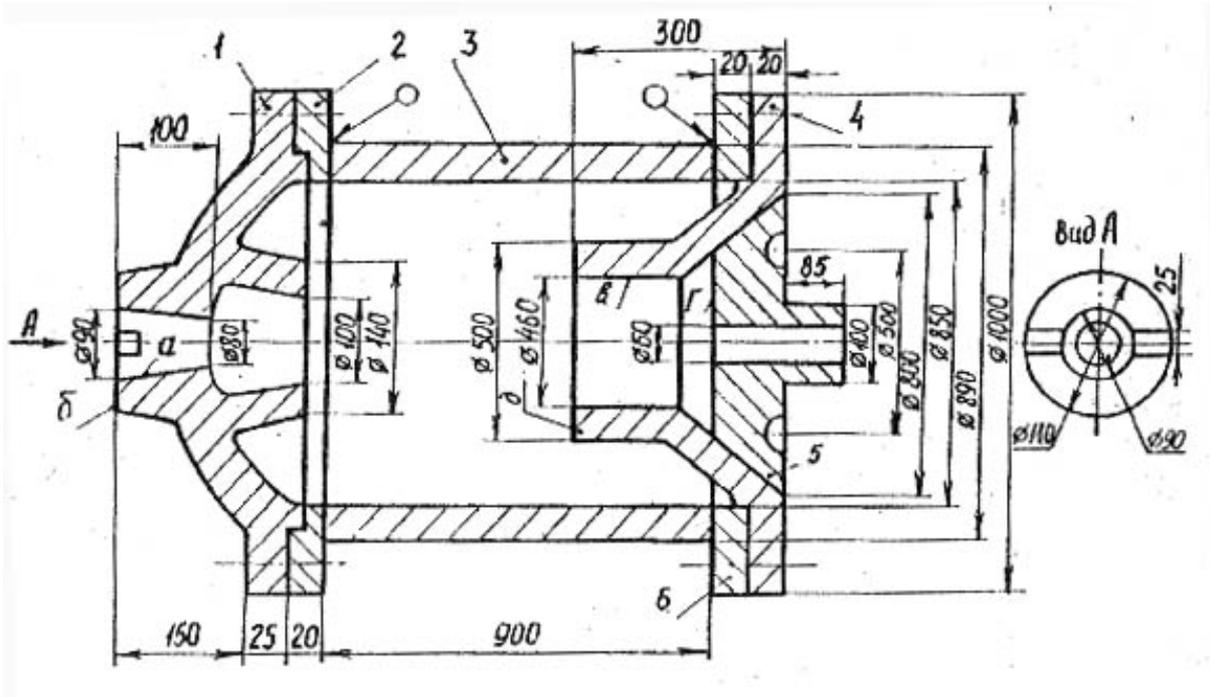

Рис. 13. Учебный узел 13
*Рис. 13.* Заготовку детали 1 (материал СЧ30, производство единичное) получить методом литья, припуски нанести на торцевые поверхности и внутренний конус. Заготовку детали 2 (материал сталь 45, производство единичное) выполнить ковкой, припуски нанести на все поверхности. Дать эскизы технологических операций. Обработать резанием поверхности "а", "б" и паз шириной 25 мм детали 1. Сварить детали 2 и 3, производство единичное, материал детали 3 – сталь 45.
*Рис. 13.* Получить литьем заготовку детали 4 (материал СЧ35, производство единичное), припуски нанести на торцевые и внутренние поверхности детали. Деталь 3 (материал сталь 45, производство массовое) отрезать от цельнотянутой трубы. Дать технологические операции производства таких труб с эскизами. Обработать резанием поверхности "в", "д" и шесть отверстий диаметром 16 мм детали 4. Шесть отверстий служат для крепления детали 4 с деталью 6. Сварить две заготовки толщиной 1200 мм.
*Рис. 13.* Заготовку детали 5 (материал СЧ40, производство единичное) получить литьем, припуски нанести на все поверхности. Заготовку детали 6 (материал сталь 45, производство единичное) выполнить ковкой, припуски нанести на все поверхности. Дать эскизы технологических операций. Обработать резанием поверхность "з", отверстие диаметром 60 мм и конусную поверхность детали 5. Сварить детали 3 и 6 (производство единичное).